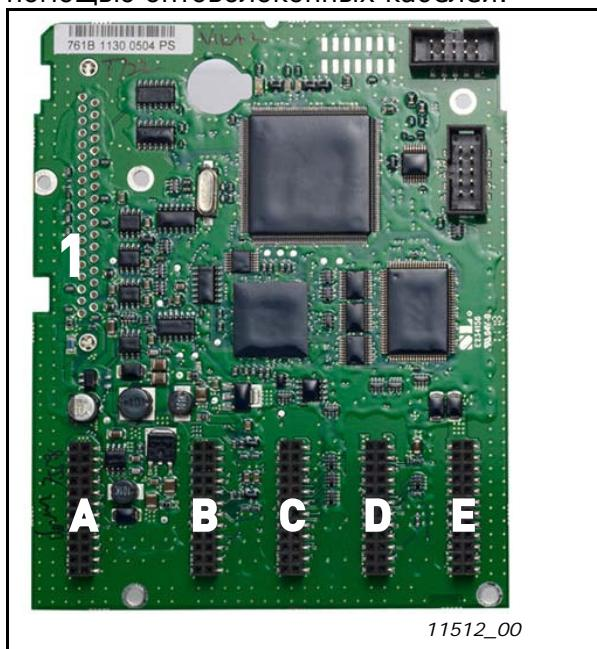

Рисунок 8-1. Плата управления NX
Блок управления преобразователя частоты состоит из платы управления и дополнительных плат, устанавливаемых в пять параллельных слотов (A—E), расположенных на плате управления (см. рис. 8-1 и 8-2). Плата управления подключается к блоку питания через разъем типа D (1) или с помощью оптоволоконных кабелей.